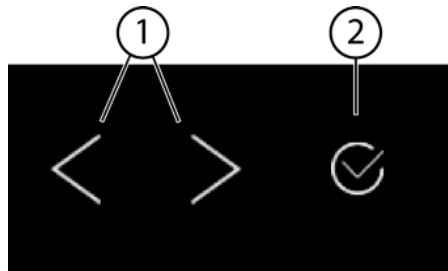
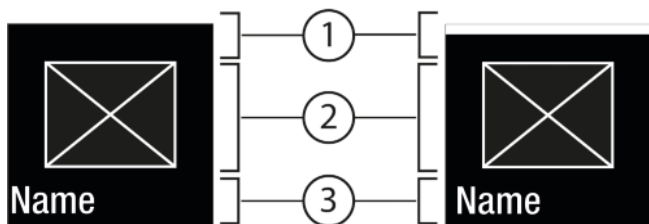
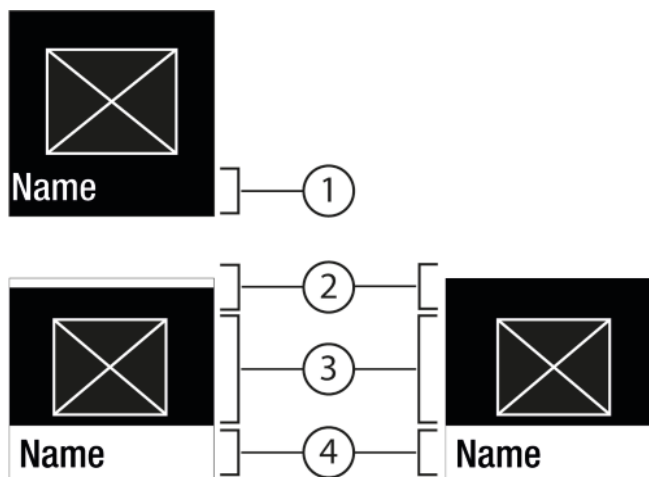

Fig. 6
Fig. 7
Fig. 8
(1) Стрелка за навигация ляво / дясно
(2) Потвърждаване
Стрелка за навигация ляво / дясно Fig. 6 (1):
Потвърждаване Fig. 6 (2):
- Навигиране със стрелка за навигация ляво / дясно Fig. 6 (1).
- С Потвърждаване Fig. 6 (2) функцията / настройката се активира Fig. 7 (1) / деактивира Fig. 7 (1).
- С Потвърждаване Fig. 6 (2) се извиква подменюто Fig. 8 (4).
- Настройване на нова стойност: С Потвърждаване Fig. 6 (2) изберете деактивирана стойност Fig. 7 (1).
- Обратно в менюто: С Потвърждаване Fig. 6 (2) изберете вече активираната стойност Fig. 7 (2).
- ▶ Натискайте стрелките за навигация Fig. 6 (1) дотогава, докато се покаже функцията.
- ▶ Натиснете Потвърждаване Fig. 6 (2).
- ▶ Със стрелките за навигация Fig. 6 (1) изберете стойността за настройка.
- ▷ Състояние: активирано Fig. 7 (1) се появява за кратко в подменюто Fig. 8 (4).
- ▶ Натискайте стрелките за навигация Fig. 6 (1) дотогава, докато се покаже Настройки .
- ▶ Натискайте стрелките за навигация Fig. 6 (1) дотогава, докато се покаже желаната настройка.
- ▶ Натиснете Потвърждаване Fig. 6 (2) в продължение на 3 секунди.